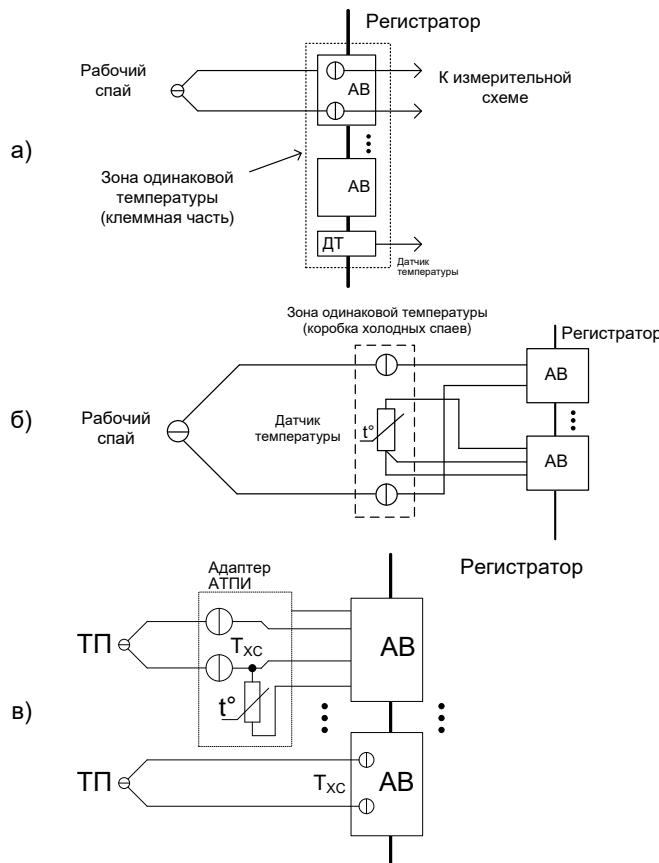

Рисунок 2.16 Способы измерения температуры свободных концов ТП:
- Внутренний датчик – Температура свободных концов термопары (Тхс) измеряется с помощью встроенного датчика температуры (ДТ), входящего в комплект поставки регистратора. Измеренное значение Тхс преобразуется по НСХ заданного типа в значение ТЭДС, которое суммируется с измеренным значением ТЭДС на клеммах для подключения свободных концов термопары. Полученное значение преобразуется по НСХ в значение температуры, соответствующей температуре рабочего спая термопары (см. рис. 2.16, а). При наличии систематической погрешности измерения Тхс встроенным датчиком (например, вследствие воздействия внешних факторов) в поле «Коррекция Тхс» следует ввести величину поправки в °С, соответствующей разности действительного значения температуры рабочего спая ТП и значения, измеряемого каналом. При преобразовании суммы
- АВ1...АВ32 – измерение  $T_{xc}$  одним из каналов регистратора. Указывается один из каналов, к которому подключен внешний измеритель  $T_{xc}$  (чаще всего – термопреобразователь сопротивления - ТС) - см. рис. 2.16, б. В случае наличия систематической погрешности измерения  $T_{xc}$  выбранным каналом в поле «Коррекция  $T_{xc}$ » следует ввести величину поправки в  $^{\circ}\text{C}$ ;